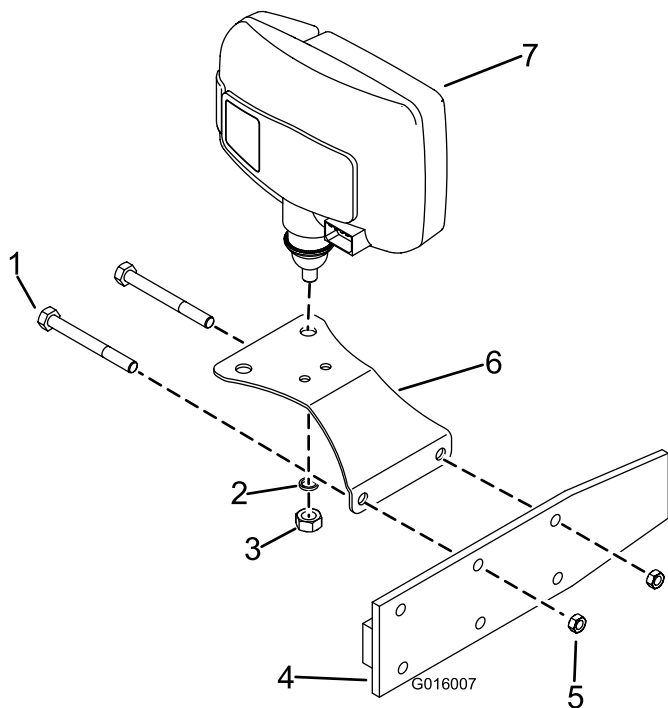

Figura 5
2. Montaje un soporte de las luces delanteras en el larguero izquierdo usando los pernos y las tuercas retirados (Figura 5).
3. Sujete el faro izquierdo al soporte de las luces delanteras usando la arandela de muelle y la tuerca suministradas con el faro (Figura 5).